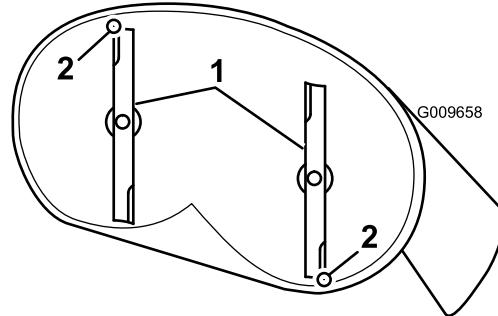
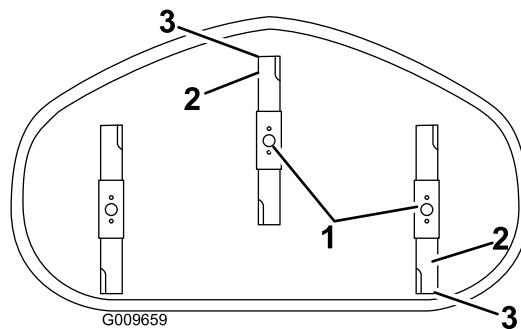

Figura 49
Figura 50
- Gire cuidadosamente las cuchillas colocándolas en el sentido de avance de la máquina (Figura 49 y Figura 50).
- Mida entre la punta de la cuchilla delantera y la superficie plana y entre la punta de la cuchilla trasera y la superficie plana (Figura 49 y Figura 50). Si la punta de la cuchilla delantera no está entre 1,6 y 7,9 mm (1/16 y 5/16 pulgada) más baja que la punta de la cuchilla trasera, ajuste la contratuerca delantera.
8. Compruebe la inclinación longitudinal de nuevo después del ajuste. Siga ajustando la tuerca hasta que la punta de la cuchilla más avanzada esté entre 1,6–7,9 mm (1/16 y 5/16 pulgada) más baja que la punta de la cuchilla más atrasada (Figura 49 y Figura 50).